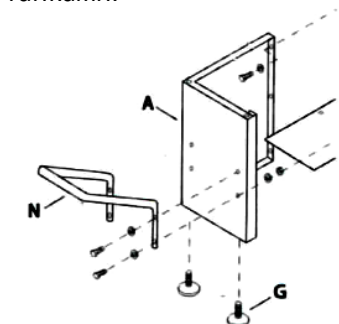

Рис.2
Установите опорные ножки (G) в резьбовые отверстия. (рис. 2)